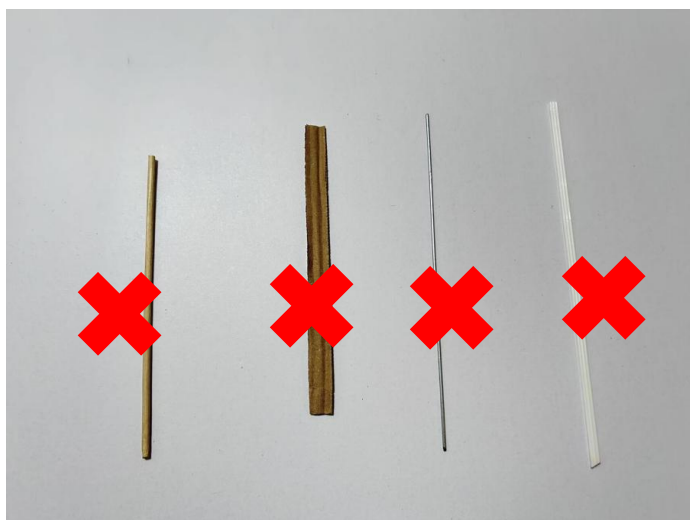

图 4
2. 任何形式（如铁丝、硬纸、吸管等）的可能用于加强结构的辅助材料。如图 4 所示。